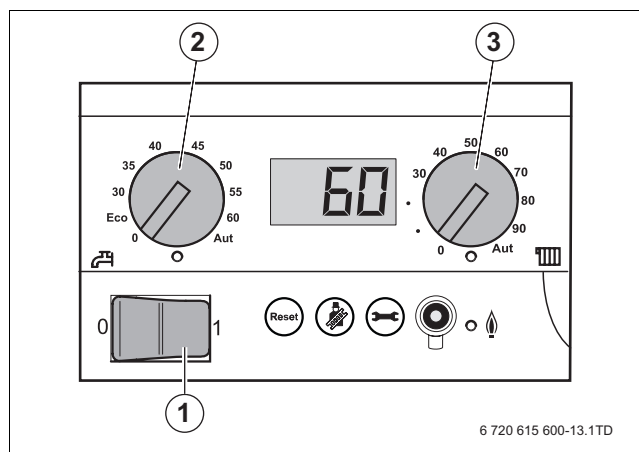

Fig. 50 Panoul de comandă de la nivelul controlerului de bază
- ▶ Reglați întrerupătorul principal de la nivelul panoului de comandă în poziția „1” (Por) (→ fig. 50, [1], pagina 38).
- ▶ Setați întrerupătorul principal (→ fig. 50, [1], pagina 38) la nivelul panoului de comandă al controlerului de bază la „0”.
- ▶ Setați întrerupătorul principal (→ fig. 50, [1], pagina 38) de la nivelul panoului de comandă la „1”.